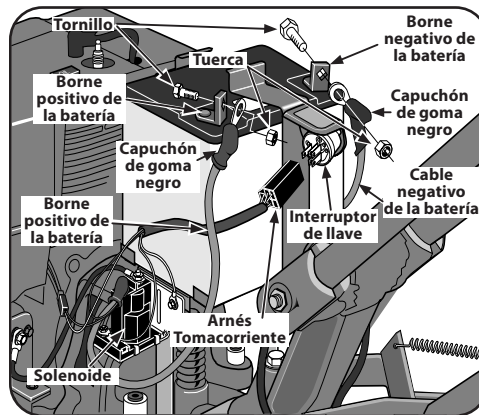

Figura 3-14
6. Antes de instalar la batería y su abrazadera de retención, inserte el receptáculo plástico del arnés de cables en las clavijas del interruptor de llave que está ubicado en dicha abrazadera. Consulte la Figura 3-14.
7. Extraiga las llaves de encendido del interruptor de llave y guárdelas en un lugar seguro. No introduzca la llave en el interruptor de llave hasta haber completado esta sección y leído la sección Funcionamiento. Consulte la Figura 3-14.
8. Use un tornillo de 5/8" de longitud y una tuerca hexagonal de 1/4-20 para conectar el cable positivo (+) de la batería a su borne positivo (+). Asegúrese de que este sea el cable a la izquierda, con un extremo sujeto al solenoide. Consulte la Figura 3-14.
9. Deslice el capuchón de goma negro completamente sobre el borne de la batería y el conector del cable. Consulte la Figura 3-14.
10. Use un tornillo de 5/8" de longitud y una tuerca hexagonal de 1/4-20 para conectar el cable negativo (-) de la batería al borne negativo (-) de la batería y sujete con un tornillo y una tuerca. Consulte la Figura 3-14.
11. Deslice el capuchón de goma negro completamente sobre el borne de la batería y el conector del cable. Consulte la Figura 3-14.